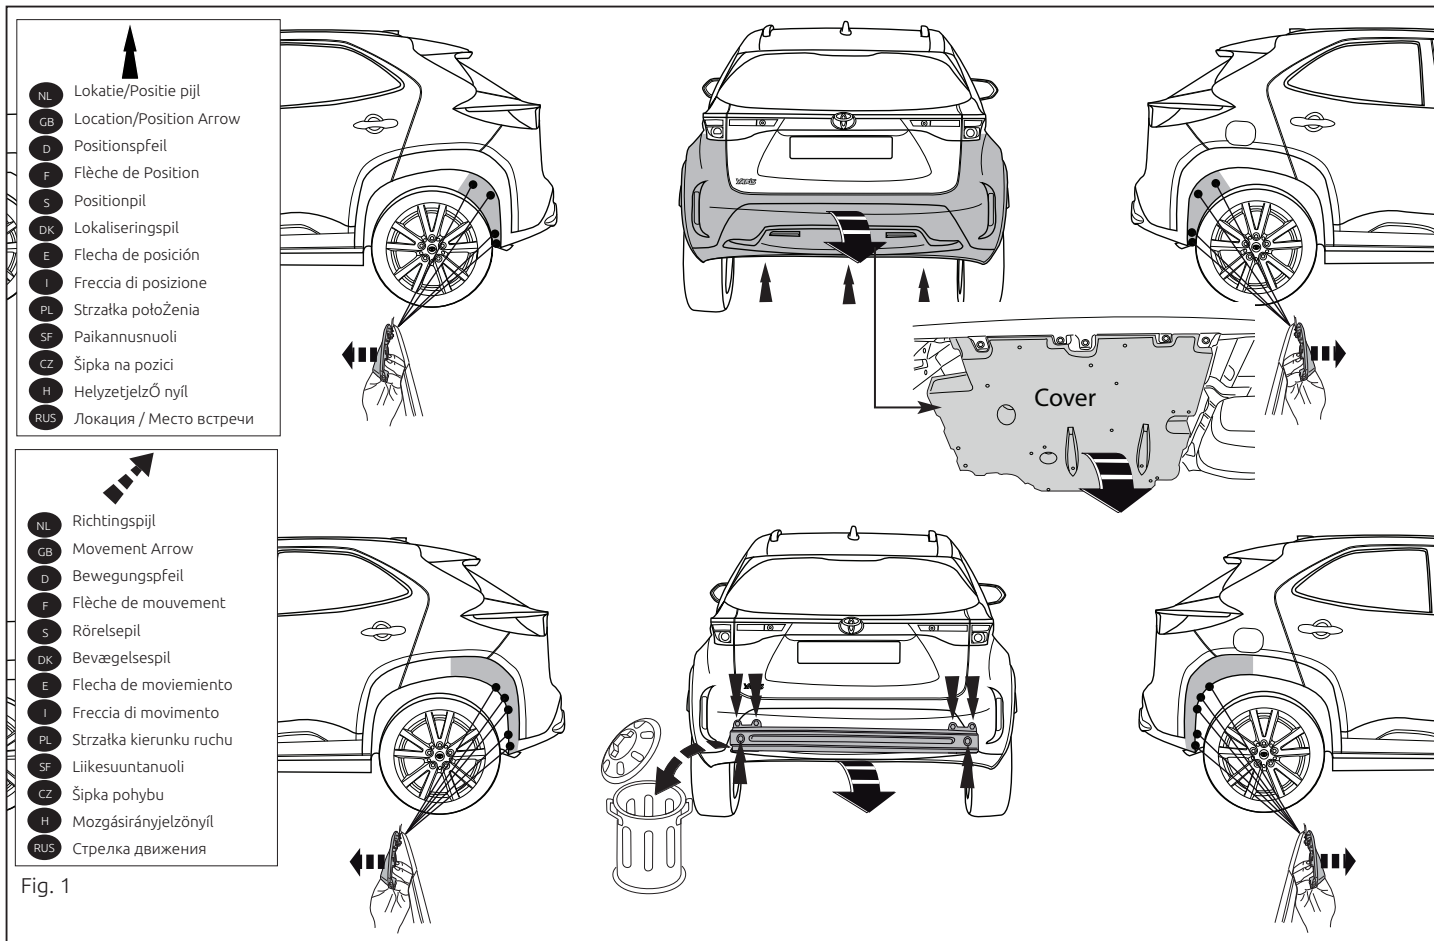

Fig. 1
1. Снять оба блока задних фар. Снять бампер вместе со буферным брусом автомобиля. Буферный брус больше не понадобится. Поставить болты на место. См. рисунок 1 и 1а.